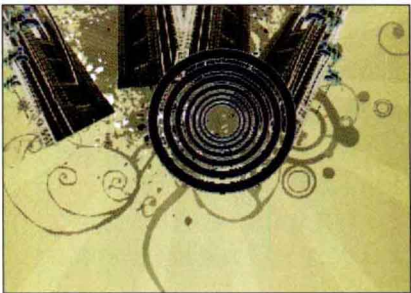

图 1-32
③0 按快捷键【Shift+Ctrl+Alt】重复复制并变换图像确认操作，效果如图 1-32 所示。